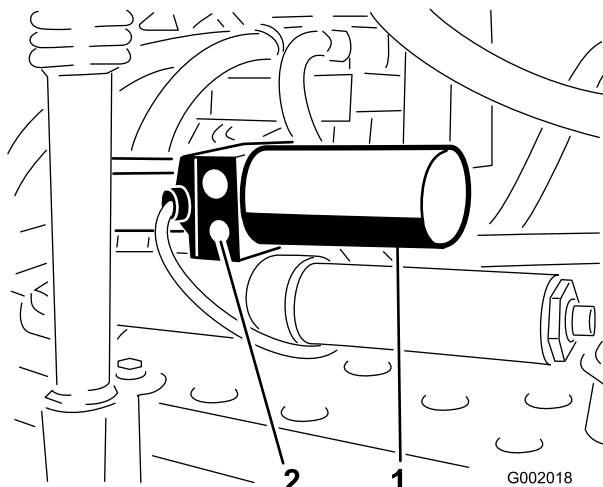

Figure 71
1. Trouvez l'emplacement du clapet de décharge manuel de l'actionneur sur chaque rampe. Le clapet de décharge manuel est la plus petite des valves et se trouve d'un seul côté du corps de l'actionneur (Figure 71).